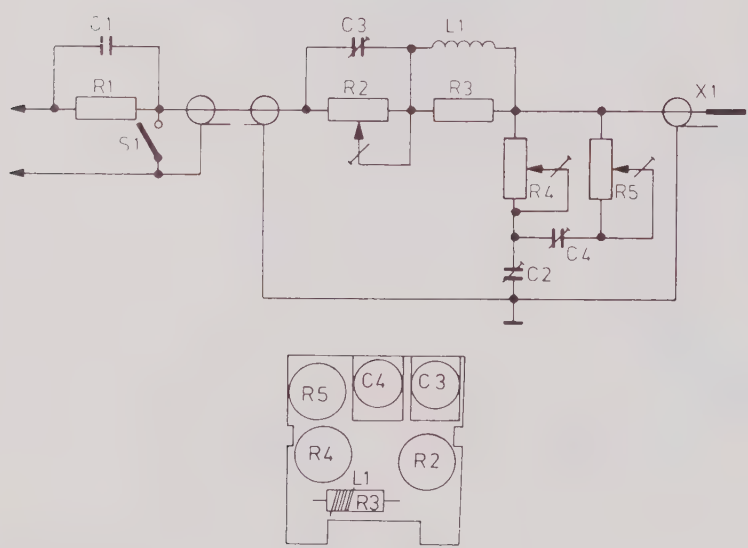

Bild 1.13. Elektrische Teile des Tastkopfs
Bezüglich der Lage der Einstellpunkte für C3, C4, R2, R4 und R5 auf der Schaltungsplatine in der Kompensationsdose ist Bild 1.13. zu beachten.
1.4.5.2. Elektrische Teile (siehe Bild 1.13.)